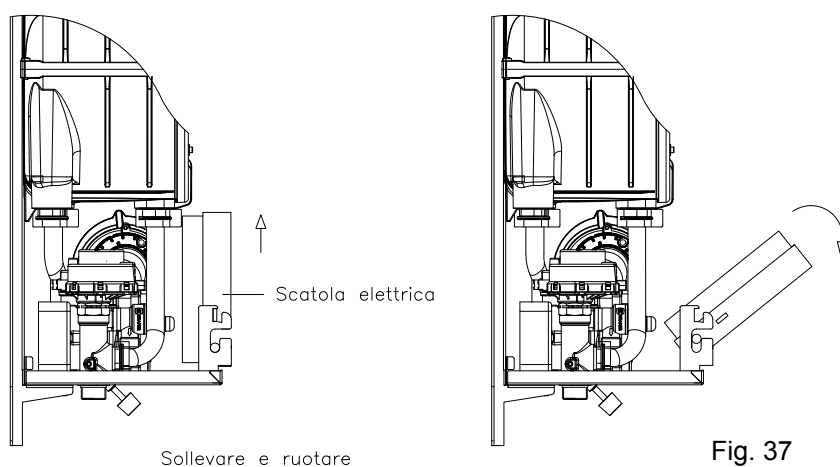

Fig. 37
7.18 - SOSTITUZIONE SCATOLA PANNELLO STRUMENTI (Fig. 37)
È possibile, per facilitare le operazioni di manutenzione sulla caldaia, sganciare la scatola del pannello strumenti come indicato nelle figure 37 e 38.